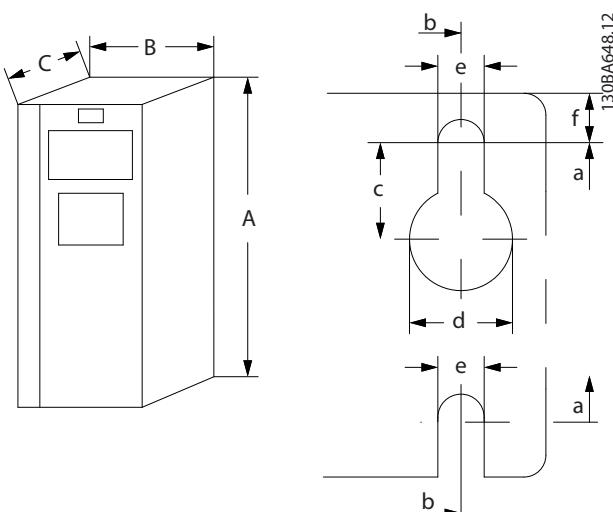
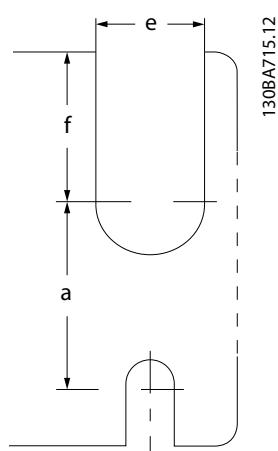

图 7.2 顶部和底部安装孔（请参阅章 7.9 额定功率、重量和尺寸）
图 7.3 顶部和底部安装孔 (B4、C3、和 C4)
1) 请参阅图 7.2 和 图 7.3 了解顶部和底部安装孔。